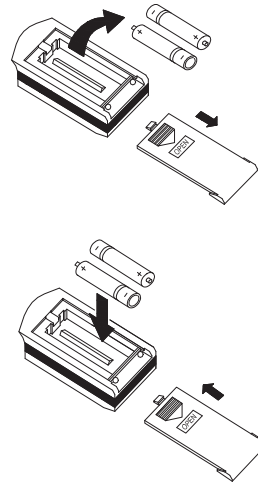

Рис. 4
- Для извлечения батареек, при замене, необходимо сдвинуть крышку пульта управления в направлении стрелки (см. рисунок 4) извлечь батарейки и установить новые